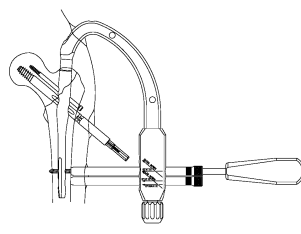

図22
- 21) 選択した長さのディスタルススクリューを、ディスタルススクリュー用ドライバーを用いて挿入します。（図22）